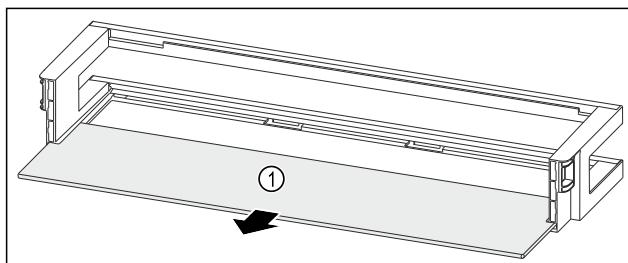

Fig. 90 Türabsteller mit Abstellfläche
- Abstellfläche Fig. 90 (1) entnehmen.